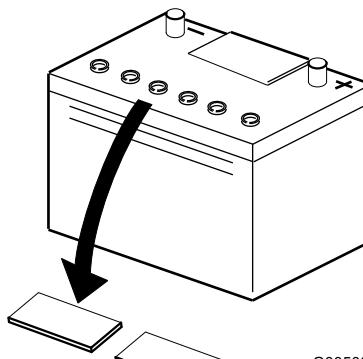

図 6
- バッテリーの上部をきれいに拭い、キャップを取り外す図 6。